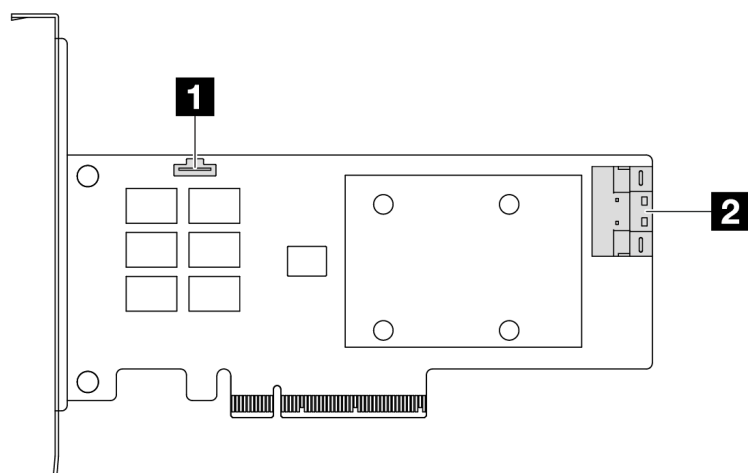

Figura 318. Adattatore RAID/HBA SFF 8i Gen 4 (un connettore di porta)
- Figura 318 "Adattatore RAID SFF 8i Gen 4 (un connettore di porta)" a pagina 358